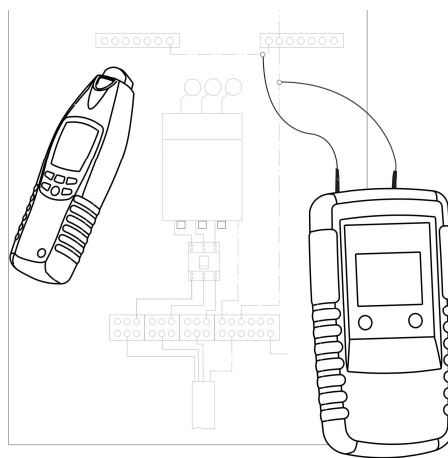

figure 14
- Connectez l'émetteur au système, comme sur la figure 14. Maintenant, on peut suivre le conducteur neutre qui est présent dans le système total.